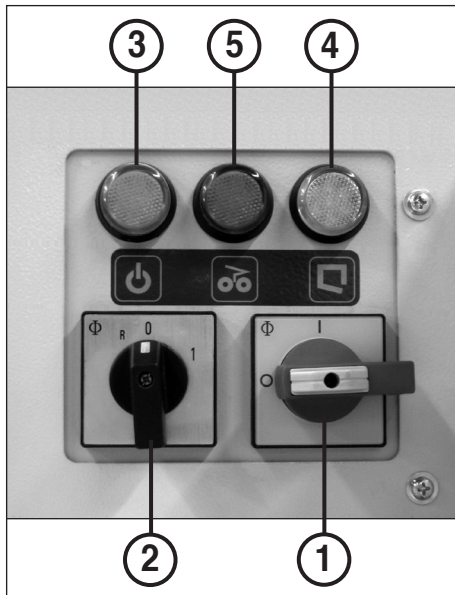

fig. 11
Observar que la máquina se encuentre desconectada durante la noche (interruptor principal (1) (fig. 11) en la posición "0").